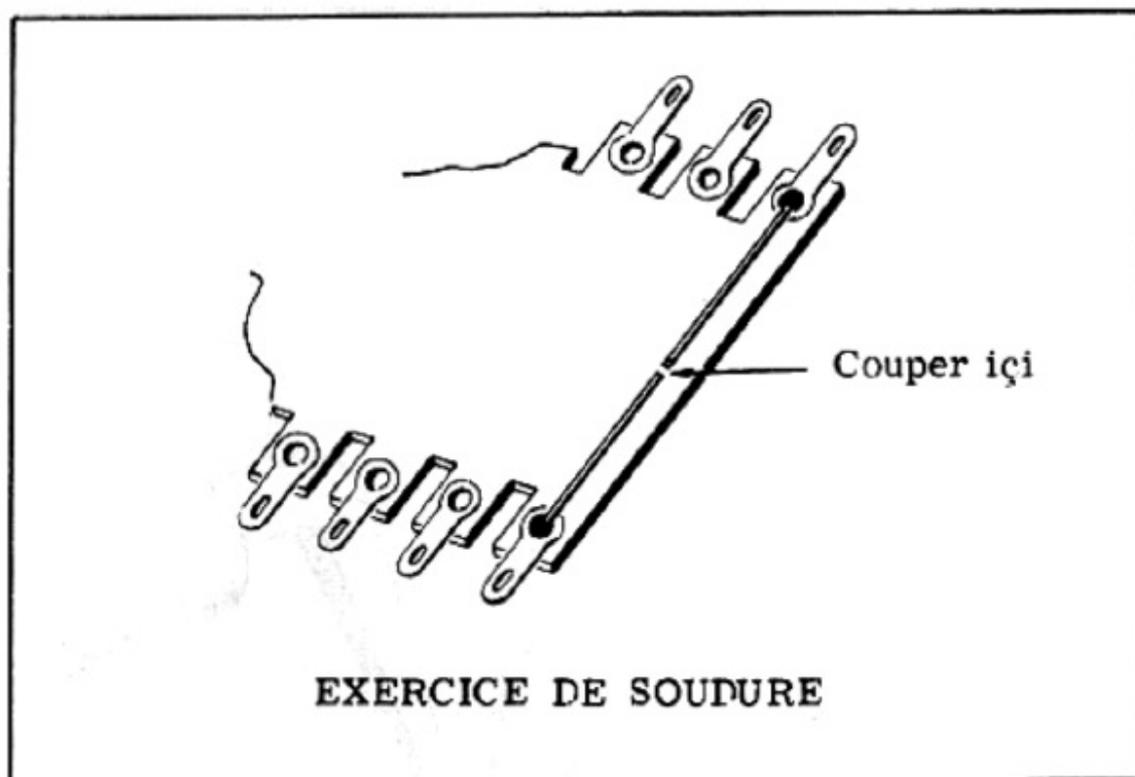

Figure 24
a) Coupez au centre, le fil de cuivre soudé entre les deux oeillets, comme le montre la *figure 24* ; effectuez ensuite la soudure des deux tronçons ainsi formés en ayant soin de les nettoyer d'abord, puis de les étamer.